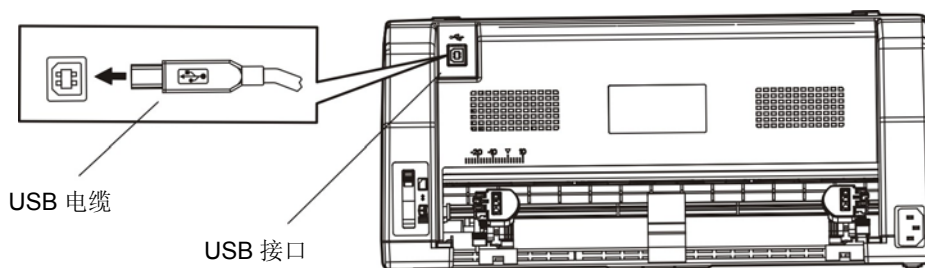

图 2-9 连接 USB 电缆
本打印机可配置 USB 接口和 Wi-Fi（产品的具体接口配置，以实物为准）。请根据需要，用相应的接口电缆把打印机与计算机相连〔如图 2-9 所示〕。
2. 将 USB 电缆的 B 端插头（方型）插进打印机的 USB 接口插座中（如图 2-9 所示）。